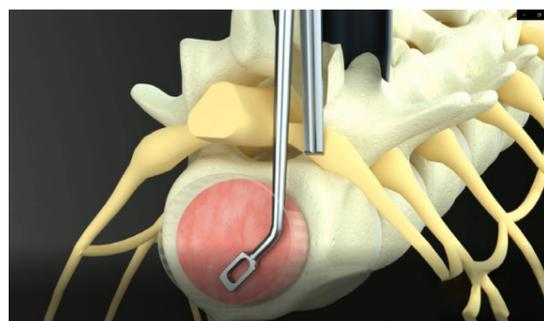

图 5a
- 完成椎间盘切除后，使用骨锉（直 / 弯）清除终板表面的软骨层，直至骨面出现渗血（图 5a）。